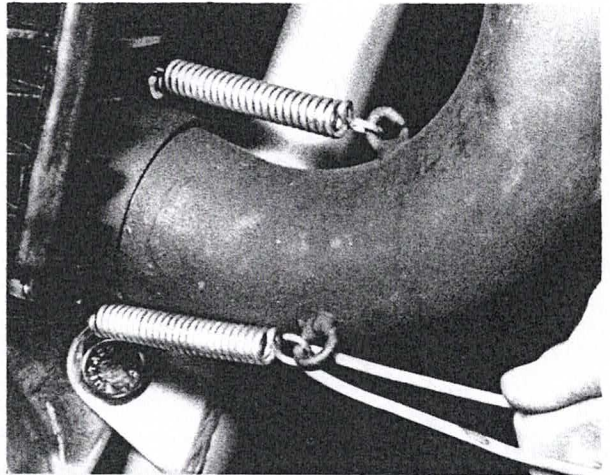

Bild 8
- Vorn ist das Auspuffrohr mit drei Federn am Zylinder befestigt; die Federn in gleicher Weise wie oben beschrieben abnehmen (Bild 8). Mutter, Unterlagscheibe und Schraube abnehmen, mit denen das Auspuffrohr an der Hinterseite des Getriebegehäuses befestigt ist, und das Auspuffrohr ausbauen. Diese Schraube verbindet gleichzeitig Getriebegehäuse und Rahmen.